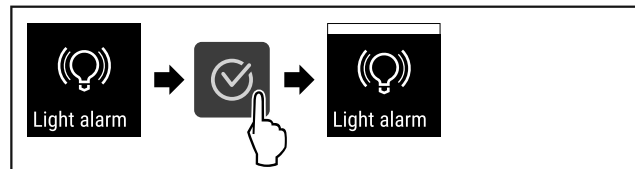

Fig. 97
- ▶ Выполните шаги действия (см. Fig. 97) .